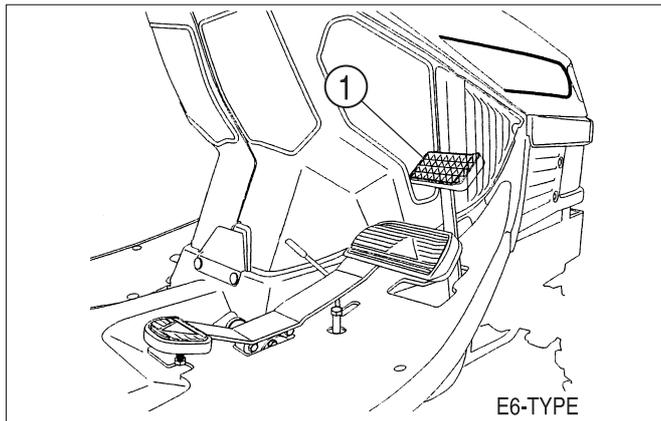

FIG. 17
FIG. 17 et 18 : La pédale de frein ①, commande les freins des roues gauches et droites en même temps.